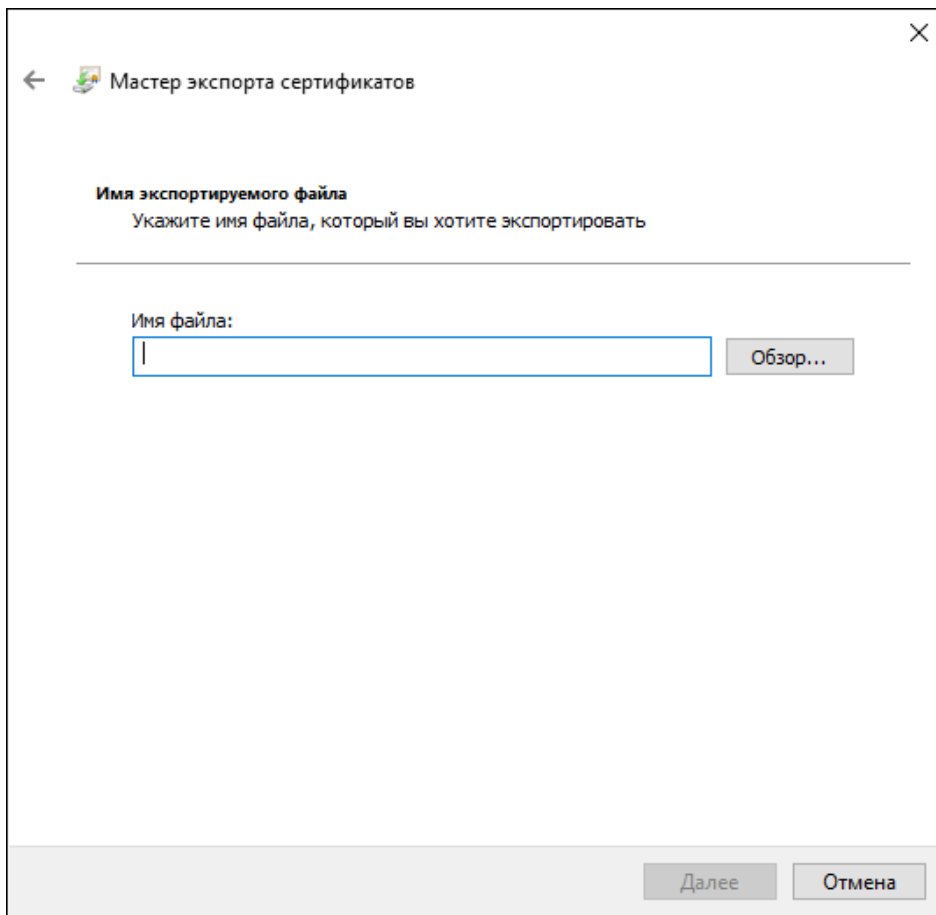

Рисунок 522 - Имя экспортируемого файла
6. Нажмите **Обзор** (Рисунок 522).